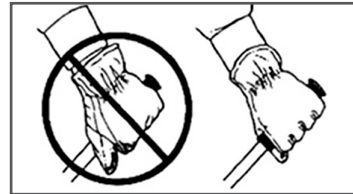

Рис. 11 Правильный захват рукоятки мотобура
4. Крепко возьмитесь за рукоятки мотобура правой и левой руками (Рис. 11).